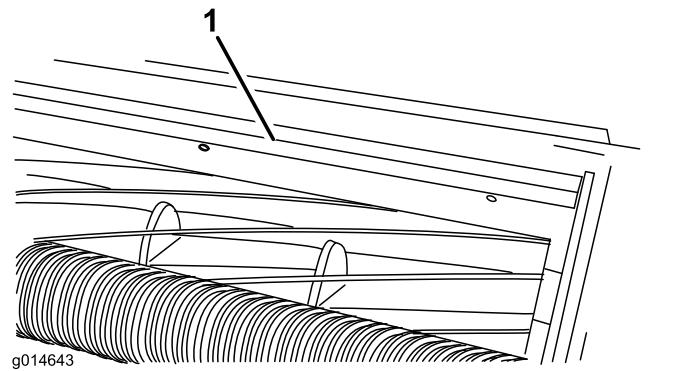

Figura 20
1. Allentate i bulloni che fissano la barra superiore (Figura 20) all'apparato di taglio.